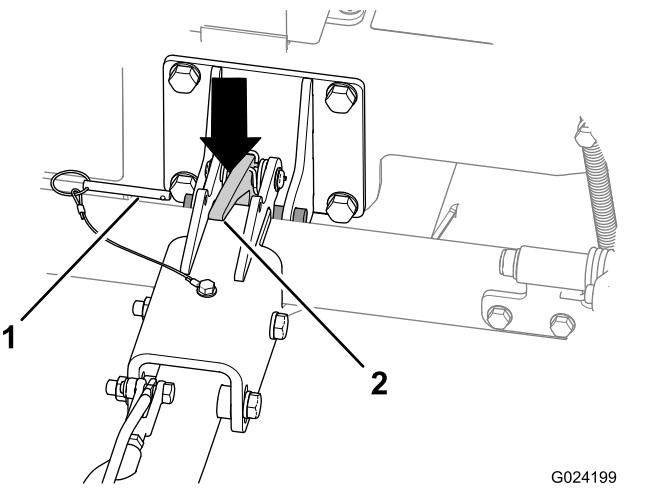

图27
A. 拔出锁定销 图27。
C. 向下推压挂钩闩锁以打开挂钩闩锁 图27。